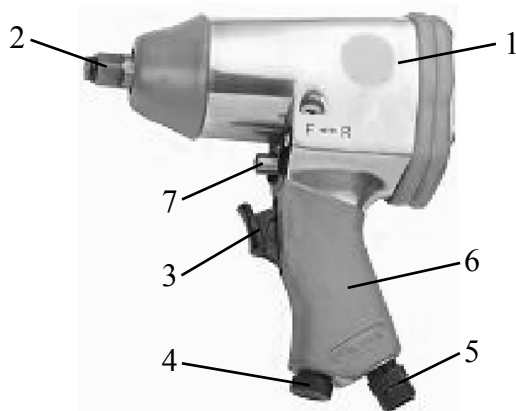

Рис. 1
6.3 С помощью регулятора (поз. 4. рис. 1) можно установить усилие затяга (путём контроля расходуемого сжатого воздуха);
6.4 Каждый раз перед использованием следует проверять затяжку болтов и гаек системы подачи воздуха. Проверяйте исправность регулятора подачи сжатого воздуха (поз 4. рис. 1). Перед техническим обслуживанием или ремонтом гайковёрт должен быть отключен от сети подачи воздуха. Несоблюдение мер предосторожности может привести к травмированию и тяжелым последствиям.
6.6 Включение и выключение гайковёрта осуществляется нажатием выключателя (поз. 3 рис. 1). Следует помнить, что после того, как вы отпустите выключатель, вращение шпинделя будет осуществляться ещё несколько секунд.
6.7 Реверс. Установите переключатель направления вращения 7 (рис.1) в необходимую позицию: